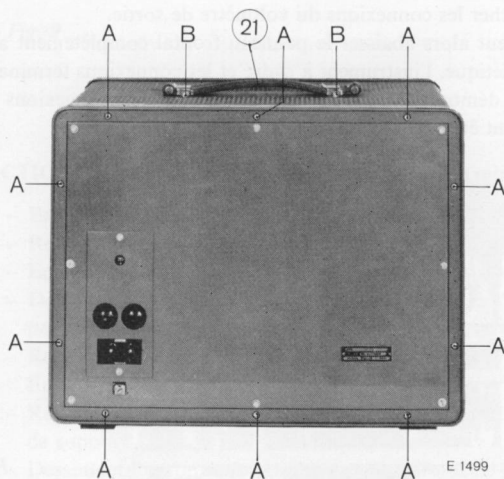

Fig. 6
A. DEMONTAGE DES PANNEAUX DU BOITIER (voir fig. 6)